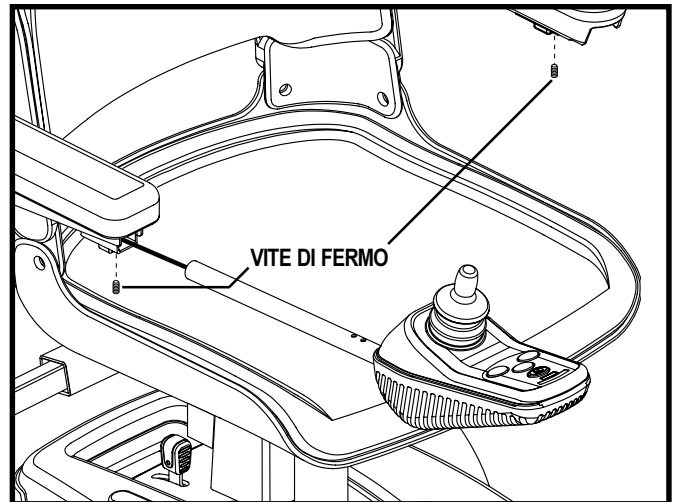

Figura 20. Posizione della centralina
3. Alzare il bracciolo e allentare la vite di fermo. Vedere figura 20.